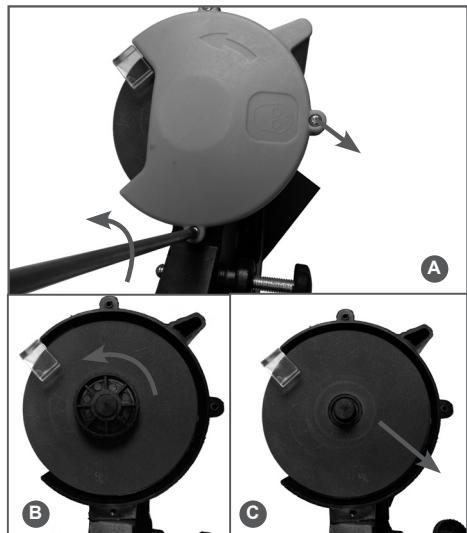

Рис. 11 Установка заточчного диска
- Открутите 3 шурупа и снимите защитный кожух (Рис. 11А).
- Открутите прижимную гайку (Рис. 11В).
- Снимите старый диск (Рис. 11С).